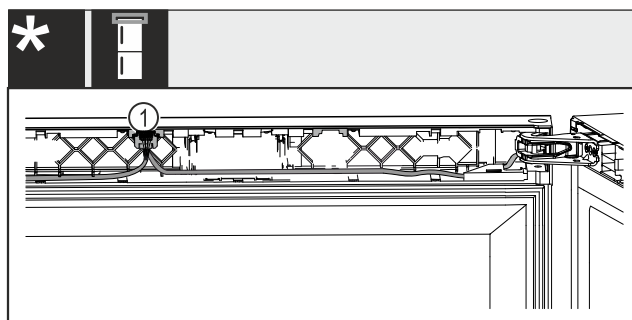

Fig. 63 Kombinovaná chladnička na víno s mrazničkou*
- ▶ Zástrčku Fig. 63 (1) zaklapněte do vedení.*